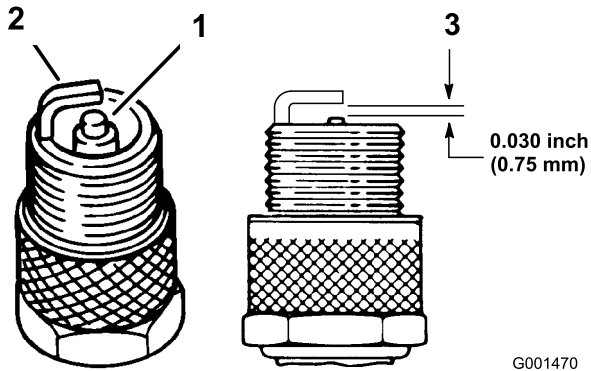

Figura 34
1. Mire la parte central de las bujías (Figura 34). Si se observa un color gris o marrón claro en el aislante, el motor está funcionando correctamente. Si el aislante aparece de color negro, significa que el limpiador de aire está sucio.
3. Compruebe la separación entre los electrodos central y lateral (Figura 34). Si la distancia no es correcta, doble el electrodo lateral (Figura 34).